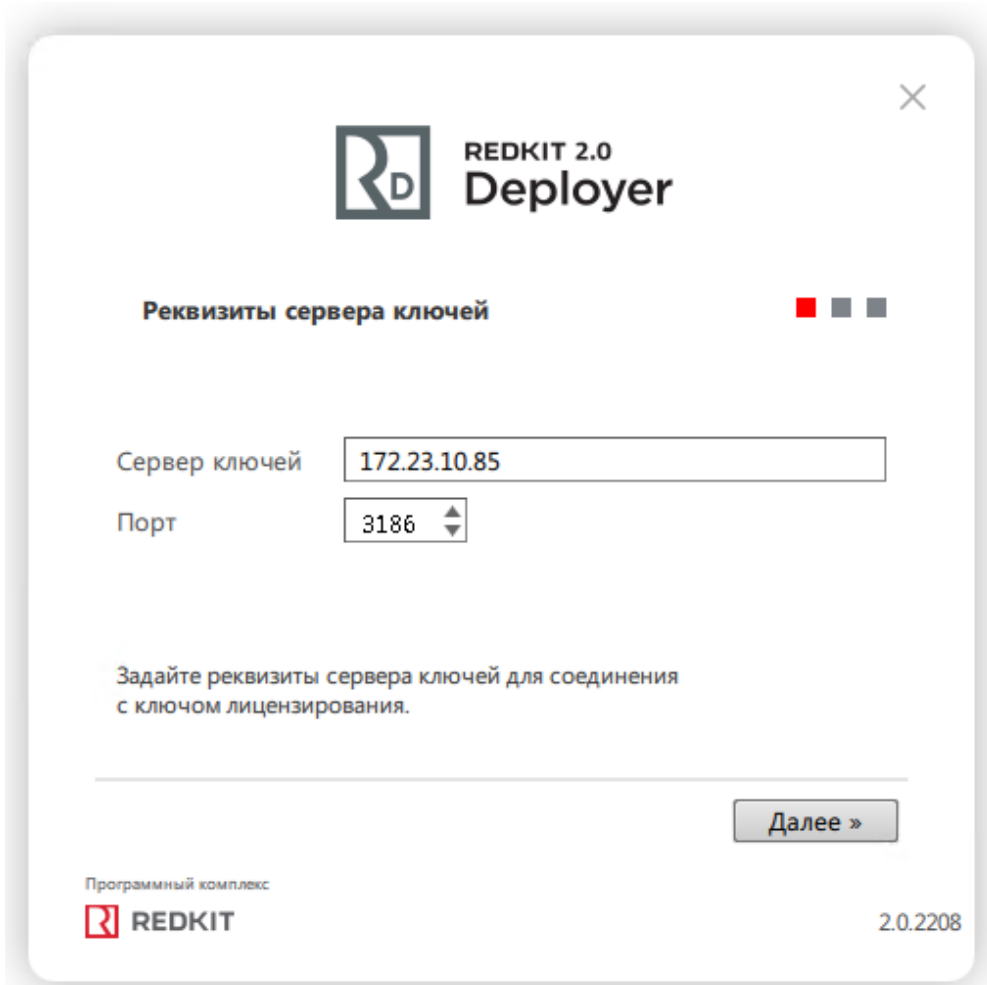

Рисунок 65 - Реквизиты сервера ключей
18. Укажите IP-адрес основного сервера ключей, порт оставьте по умолчанию (Рисунок 65).